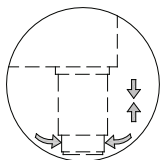

Рис. 1
- Установить холодильник на плоской и ровной поверхности (используя регулируемые ножки). (Рис.1)